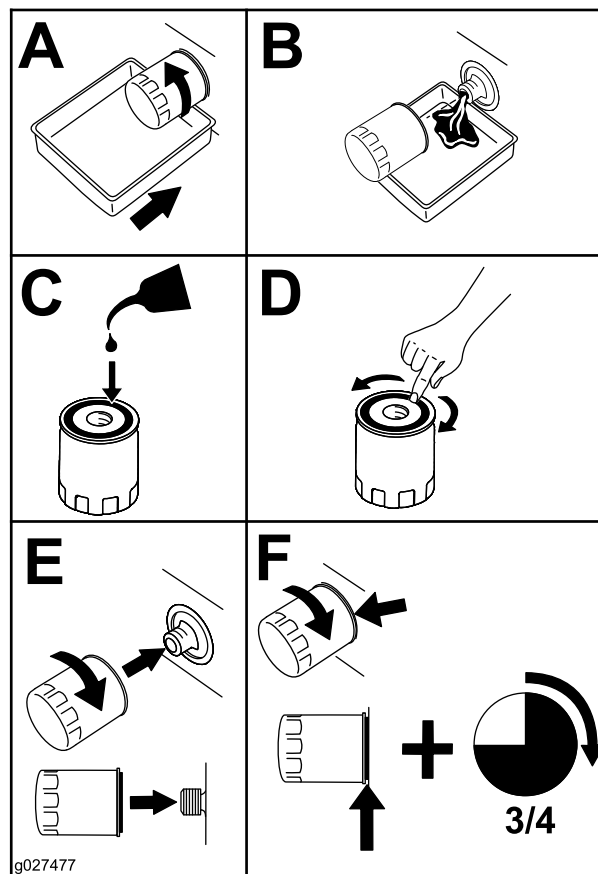

Рисунок 44
5. Замініть фільтр масла двигуна як показано в Рисунок 44.